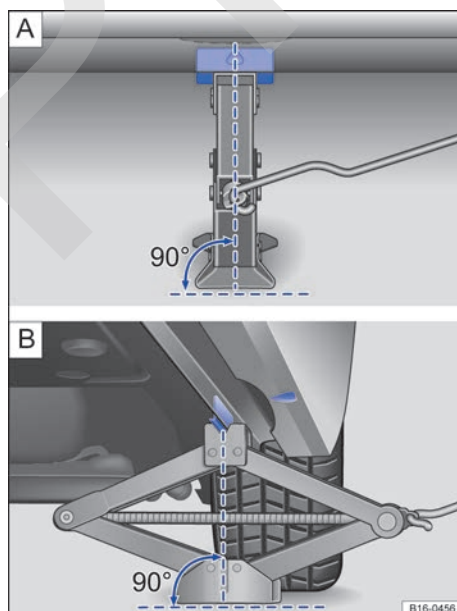

Fig. 222 Gato colocado en el lado izquierdo del vehículo, en la zona trasera.
9. Asegúrese de que toda la base del gato descansa firmemente sobre el suelo y de que se encuentre exactamente debajo del punto de apoyo en vertical → fig. 222 **A** y **B**.
10. Centre el gato y siga subiéndolo con la manivela hasta que la garra sujete el refuerzo de debajo del vehículo → fig. 222.
- Coloque el gato únicamente en los puntos descritos. La garra del gato deberá sujetar bien el refuerzo del larguero inferior → fig. 222.